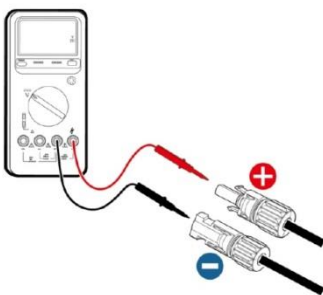

图 5.3 测量直流输入电压
- (2) 直流连接器接好后，需用万用表测量直流输入组串电压，验证直流输入线缆的极性，同时确保每路组串电压在逆变器允许范围内，如图 5.3 所示。